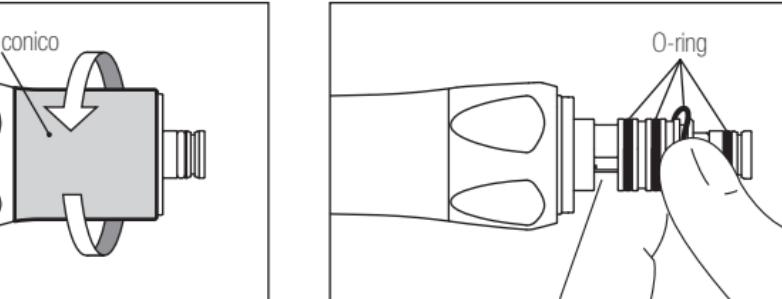

Fig. 11
2) Con il pollice, rimuovere delicatamente tutti gli O-ring (Fig.11).